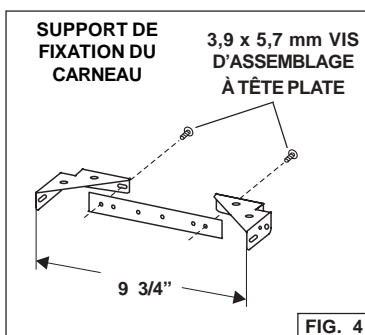

FIG. 4
3. Montez le réceptacle de 20" to 26" au-dessus de la partie inférieure de la hotte (fig. 4). Localisez le réceptacle dans les limites indiquées, avec le conduit au centre (pour permettre le branchement du cordon d'alimentation et l'aération du conduit). Fig. 3.
- Assemblez le support de fixation du carneau en réglant la largeur extérieure comme indiqué. Fig. 4.
- Fixez l'assemblage du support au plafond au moyen de deux (2) vis de montage de 4,8 x 38 mm et d'ancres murales. Vérifiez que le support est enfoncé dans le mur adjacent et qu'il est centré au-dessus de la hotte.